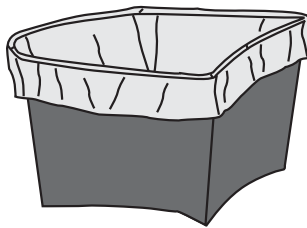

Fig. 5
**Suggerimento:** per ridurre al minimo le operazioni di pulizia suggeriamo di posizionare un sacchetto di plastica biodegradabile all'interno del vaso portascorie ripiegando l'orlo del sacchetto sopra e all'esterno del vaso portascorie (vedi Fig. 5). Utilizzando questo sistema, al termine delle operazioni si potranno gettare direttamente gli scarti nei contenitori per rifiuti umidi.
**Suggerimento:** per ridurre al minimo le operazioni di pulizia suggeriamo di posizionare un sacchetto di plastica biodegradabile all'interno del vaso portascorie ripiegando l'orlo del sacchetto sopra e all'esterno del vaso portascorie (vedi Fig. 5). Utilizzando questo sistema, al termine delle operazioni si potrà gettare direttamente gli scarti nei contenitori per rifiuti umidi.